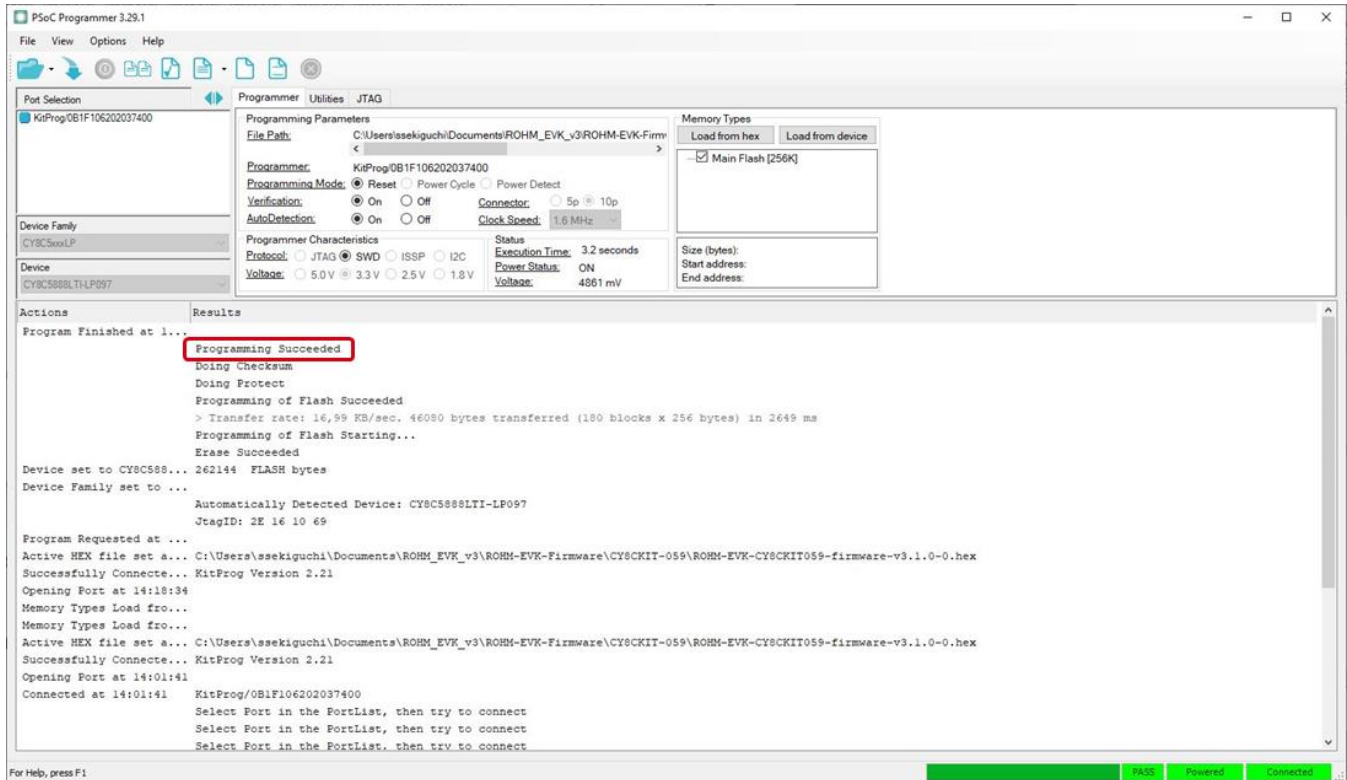

Figure 103. ファームウェアアップグレード成功メッセージ
- プログラミングが成功すると、「プログラミングが成功しました」というメッセージが「結果」ウィンドウに表示されます (Figure 103)。